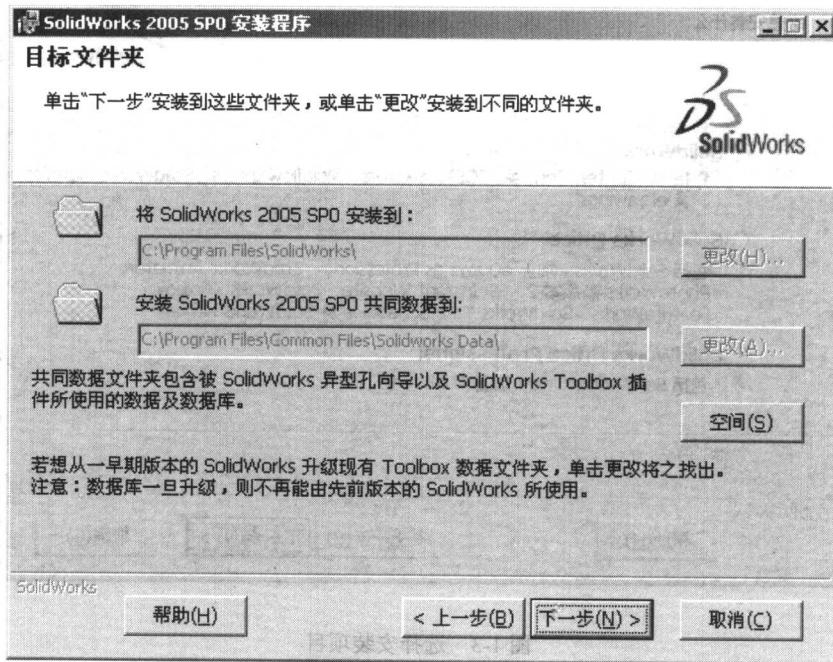

图 1-5 选择目标文件夹
(5) 单击“下一步”按钮，如图 1-5 所示，选择目标文件夹。